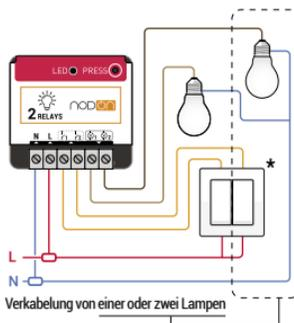

Bild 1
- 3 Verkabeln Sie das Funkmodul wie es in Bild 1 zu sehen ist.